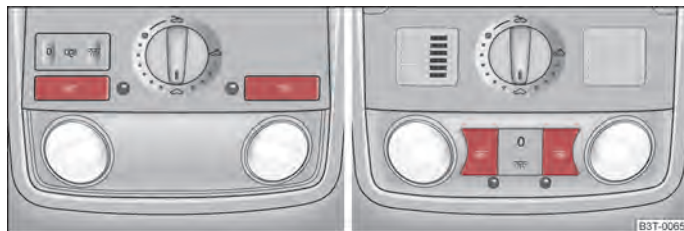

Fig. 42 Lamparitas de lectura
- Pulse el interruptor   $\Rightarrow$  fig. 42 para conectar y desconectar las luces de lectura.